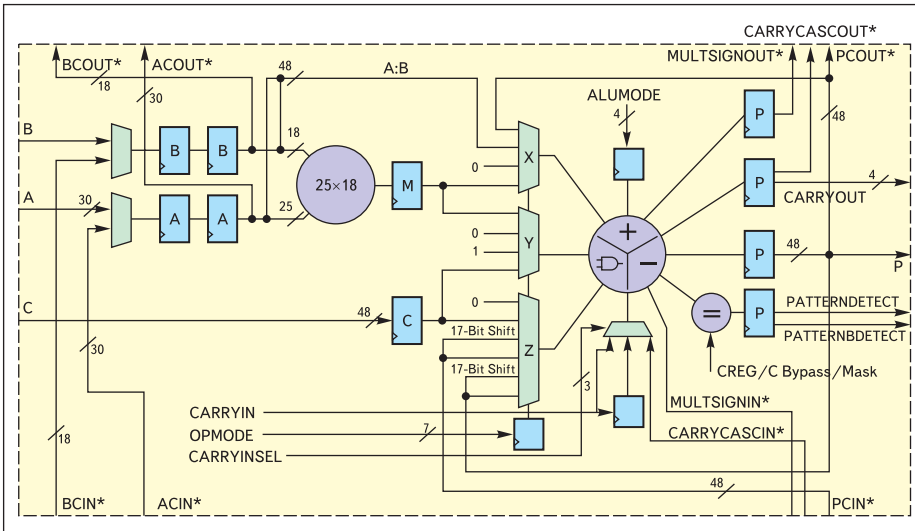

Рис. 1. Структурная схема аппаратного модуля ЦОС DSP48E
- Структурная схема аппаратного модуля ЦОС DSP48E изображена на рис. 1.